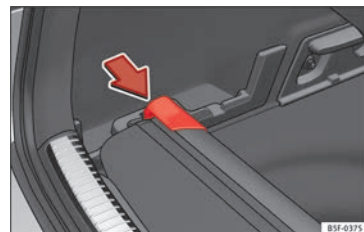

Abb. 165 Im Gepäckraum: Aufnahme zum Verstauen der Gepäckraumabdeckung.
- Drücken Sie auf das Kopfstück der Gepäckraumablage in Pfeilrichtung, bis diese in der dafür vorgesehenen Aufnahme einrastet » **Abb. 165**.